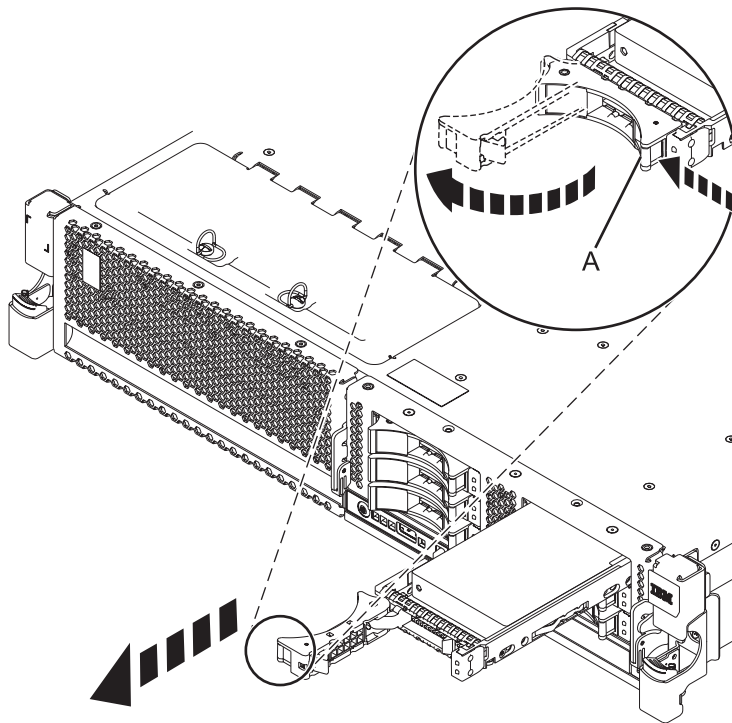

Figura 3. Remover a unidade de disco do painel posterior
- 2) Coloque uma mão sob a unidade de disco e, cuidadosamente, puxe-a para fora do sistema como mostra a Figura 3.